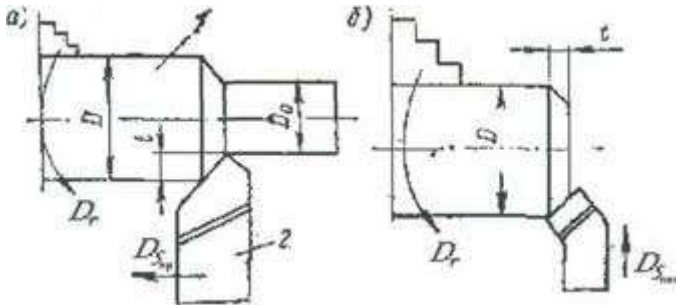

Рис. 6. Основные поверхности и координатные плоскости при точении
2. Определите узлы станка (используя рисунок 6А «Токарно-винторезный станок»):
**Задание: Определите режимы резания (рис.6)**